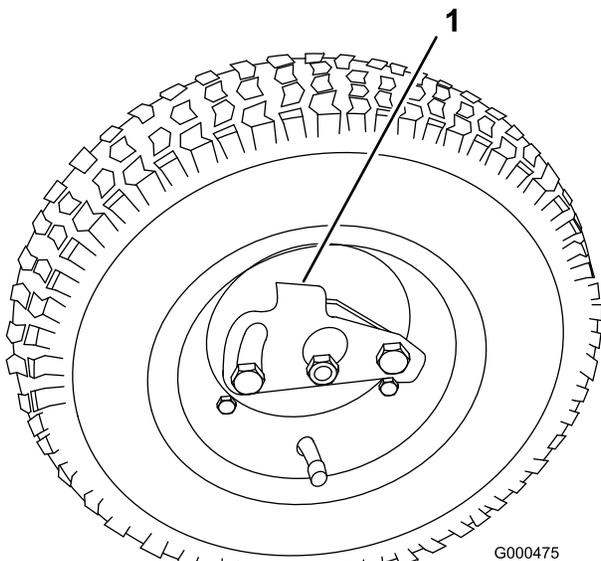

Figura 16
2. Gire la pletina de retención de la rueda hacia el centro de la rueda y coloque la rueda sobre el eje hexagonal (Figura 16).